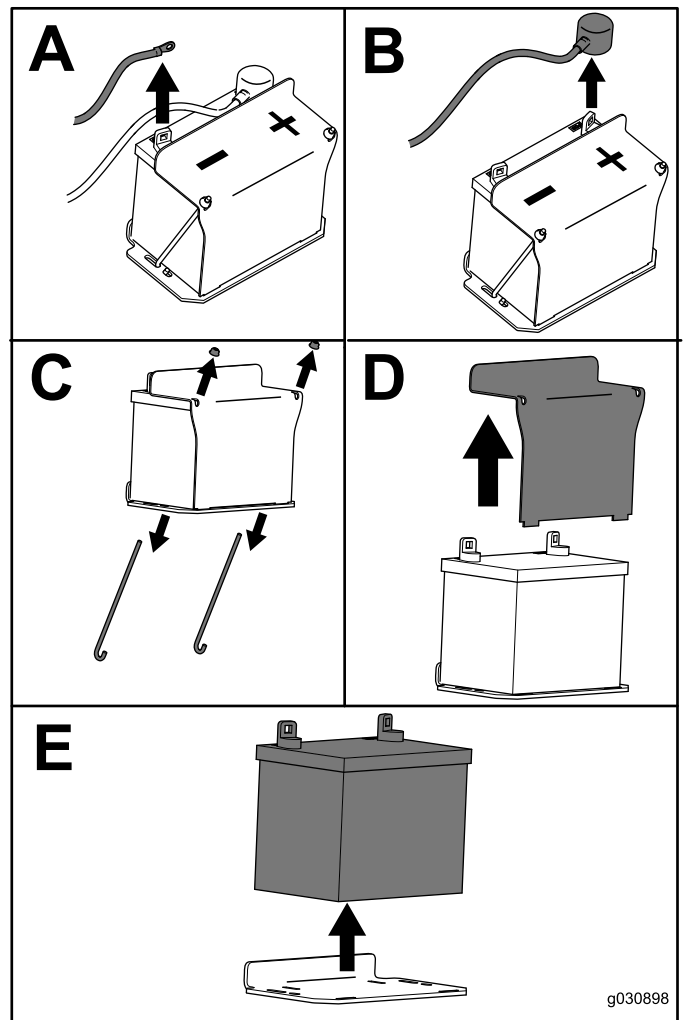

Figura 61
3. Rimuovete la batteria come illustrato nella Figura 61.